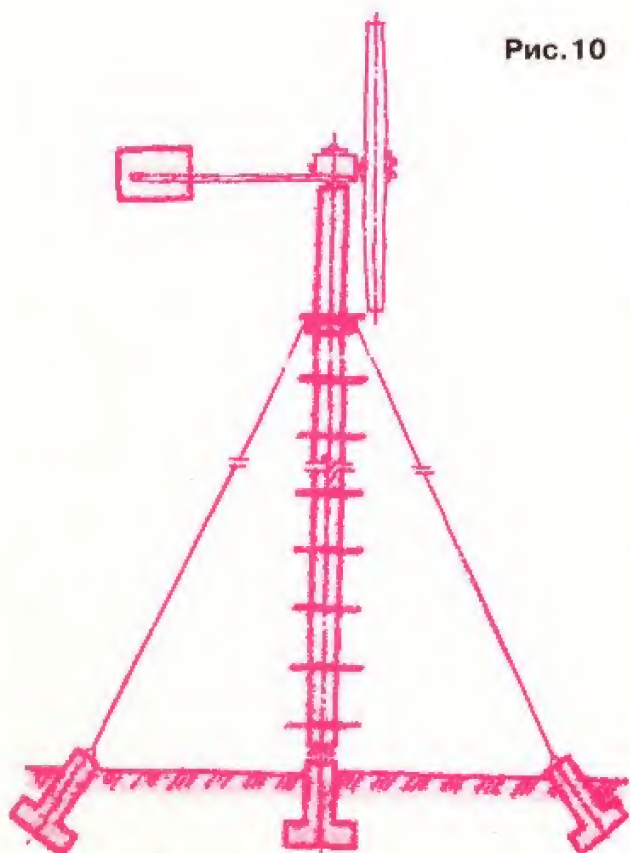

**Рис.9**
**Дерев'яна щогла** (рис.9) найбільш проста і легка у виготовленні. Вона являє собою центральний стояк висотою близько 5 м,